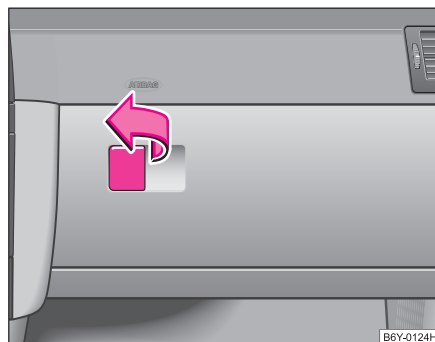

Fig. 74 Cuadro de interruptores: Compartimento guardaobjetos en el lado del acompañante
- Tire del mango de la tapa en el sentido de la flecha ⇒ fig. 74 y gire la tapa hacia abajo.